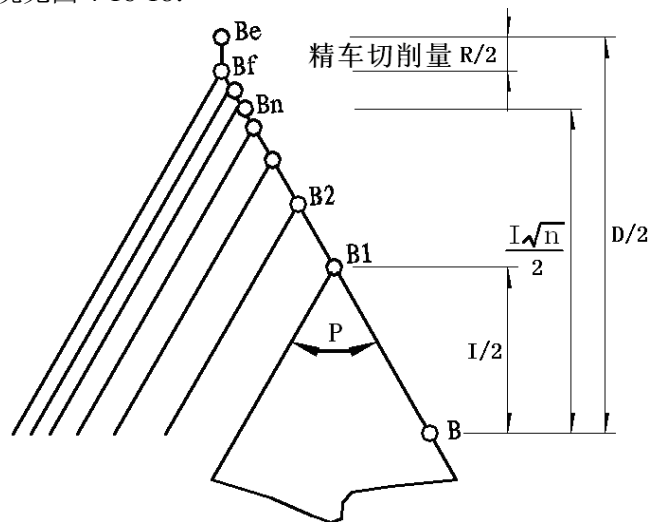

图 4-16-18
切入方法的详细情况见图 4-16-18:
- 1) 用 G76 螺纹循环切削指令组，可以通过多次螺纹粗车、螺纹精车完成规定牙高（总切深）的螺纹加工，如果指令①定义的螺纹角度不为 0°，螺纹粗车的切入点由螺纹牙顶逐步移至螺纹牙底，使得相邻两牙螺纹的夹角为规定的螺纹角度。
- 4) 如果 G76 指令①定义的螺纹角度不为 0 时，G76 指令②与 G92 不一样的是：G76 指令②的每一次螺纹循环从起点到切入点过程中，X 轴和 Z 轴先同时移动，螺纹轴到达切入点，然后非螺纹轴单轴移动到切入点；其它切削轨迹与 G92 一样，具体见图 4-16-18。